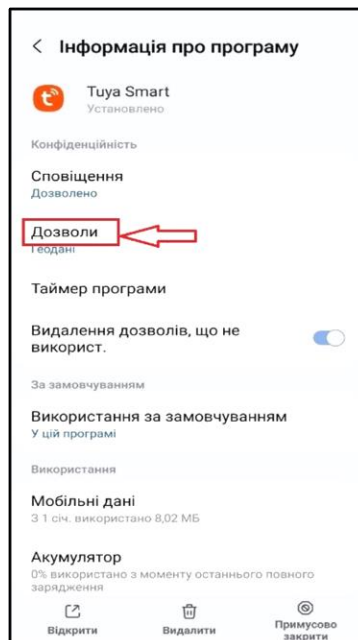

Рисунок 24
8.3. Натиснути «Дозволи» (рис.24);